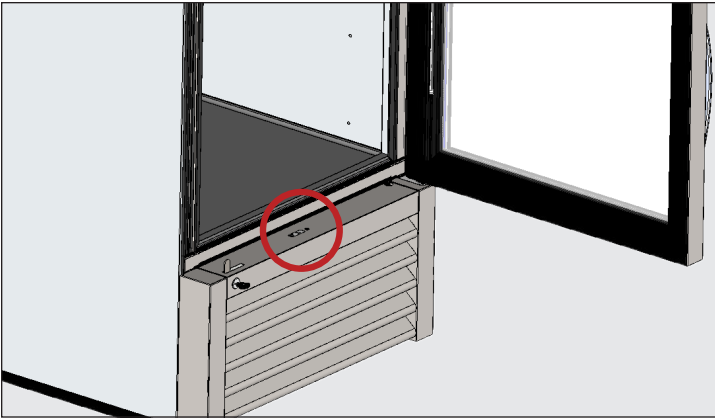

Abb. 1. Entfernen Sie die obere Schraube vom Lamellengitter.
2. Entfernen Sie das vordere Lamellengitter vom Gerät. Siehe Abb. 1.